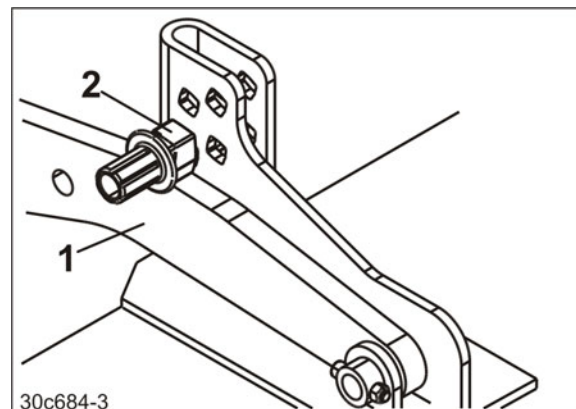

Fig. 84
- Die Tragarme (Fig. 84/1) stützen sich an den Tiefenregulierungsbolzen (Fig. 84/2) ab.